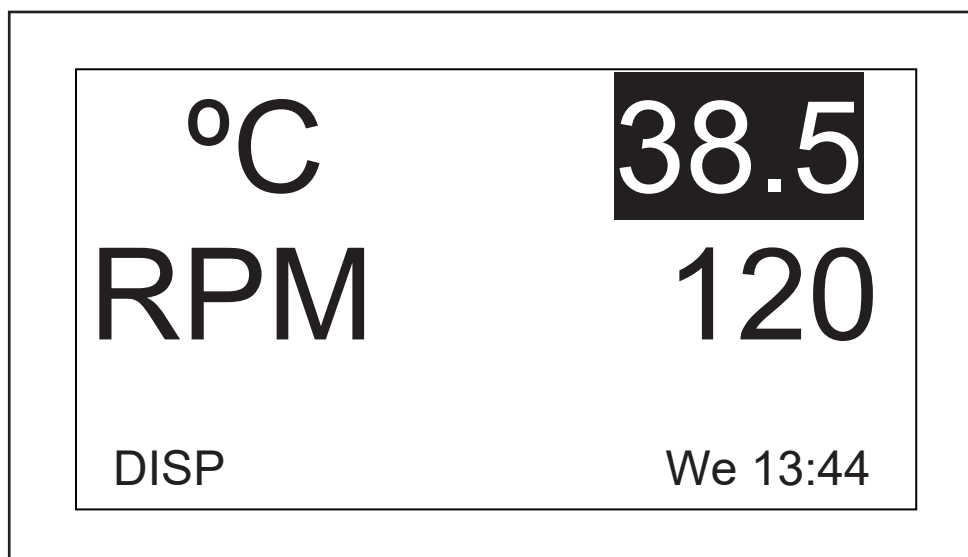

Fig. 9-3: Modifica del setpoint
2. Far scattare la manopola premendola per visualizzare il setpoint attuale (in questo esempio, 38,5 (vedi Fig. 9-3 a pag. 52)), il quale lampeggerà.